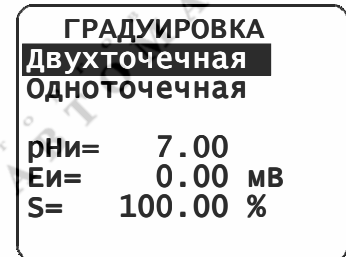

Рис. 23. Меню режима «Градуировка»
Выбирается с помощью кнопок \blacktriangleleft , \blacktriangleright и \odot вид градуировки (см. рис. 23):
- запомнить результат градуировки или повторить градуировку можно выбрав соответствующую опцию с помощью кнопок ◀ и ▶, после нажатия кнопки ⏏ происходит переход в окно «Градуировка» (см. рис. 23).
Примечания: результат с ошибкой не запоминается; положительные результаты градуировки взаимосвязанно корректируются в окнах «Градуировка» (см. рис. 23) и «Данные электрода» (см. рис. 7).